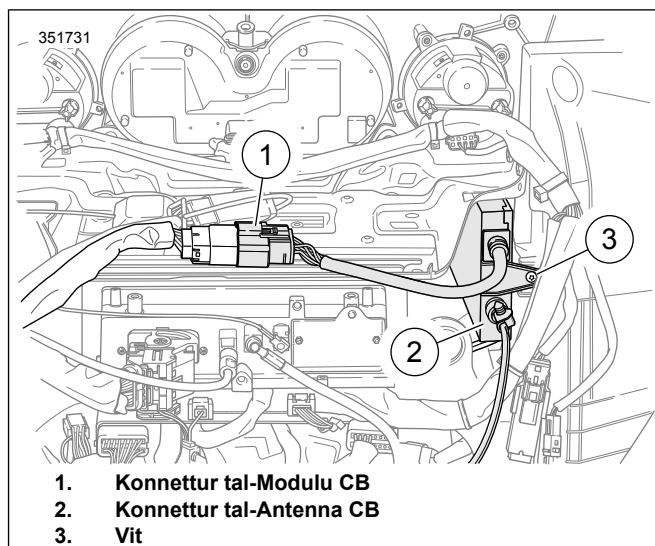

Figura 3. Konnetturi tal-Irbit ta' Sikurezza tal-Fairing tan-Naha ta' Ġewwa
5. Ara Figura 3 . Ikkonnettja l-hawsing tas-sokit bi 12-il post mas-CB [184] (1).